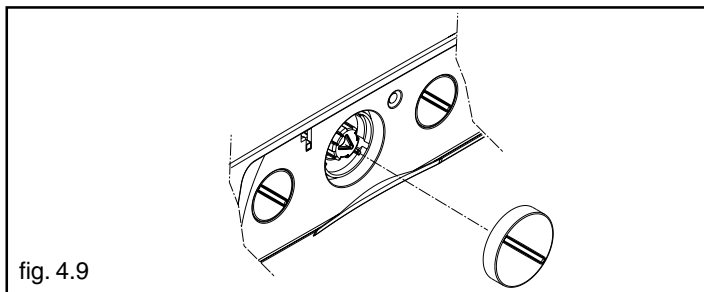
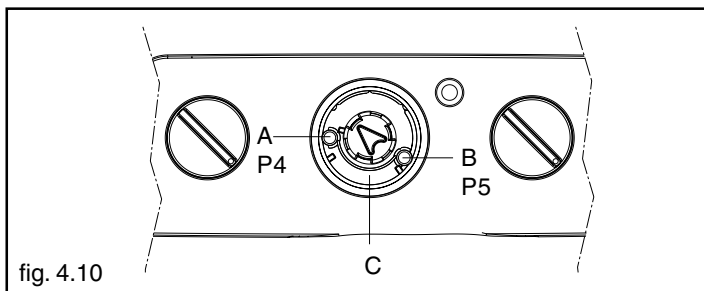

fig. 4.9
fig. 4.10
- togliere il selettore di funzione (fig. 4.9) tirandolo verso di sé. Assicurarsi che il potenziometro P5 sia regolato al massimo, questo può essere verificato agendo con un piccolo cacciavite a taglio ruotandolo in senso antiorario attraverso il foro (B) (fig. 4.10)
- portare la manopola (C) in posizione "spazzacamino": questa posizione si ottiene ruotando in senso orario la manopola fino a giungere a fine corsa (fig. 4.10)
- Ruotare in senso antiorario il trimmer P5 fino a raggiungere il valore minimo (fig. 4.10)